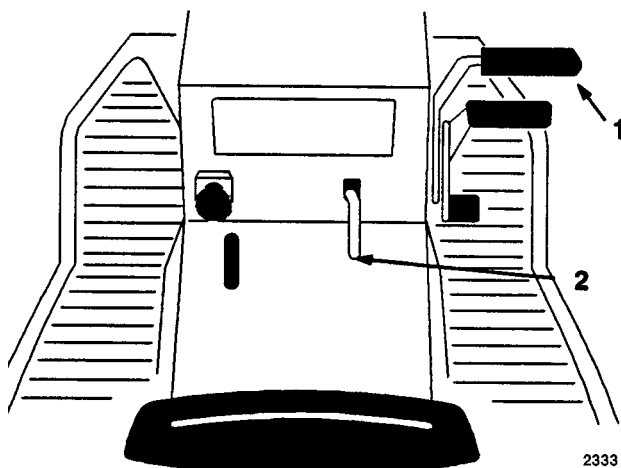

Fig. 3
1. Premete il pedale frizione/freno (Fig. 3) e tenetelo premuto.
2. Alzate il freno a mano (Fig. 3) e togliete lentamente il piede dal pedale frizione/freno, che deve rimanere abbassato (bloccato).
1. Premete il pedale frizione/freno (Fig. 3). Il freno a mano viene rilasciato.